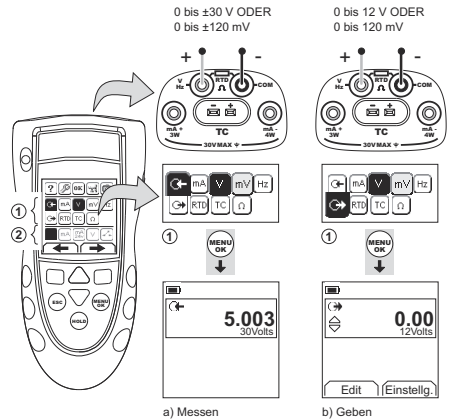
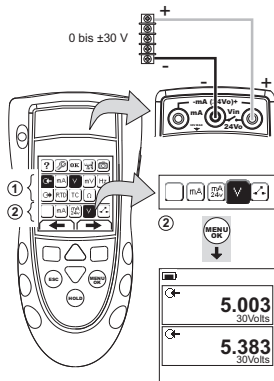

Abbildung 4: Beispielkonfiguration: Messen/Geben von Volt oder mV (Bereich Ⓜ)
Abbildung 5: Beispielkonfiguration: Volt messen (Dualfunktion, Bereich 2)
- Schließen Sie das Gerät an (Abbildung 4 & Abbildung 5) und ändern Sie ggf. die Option Konfig. (Tabelle 1).